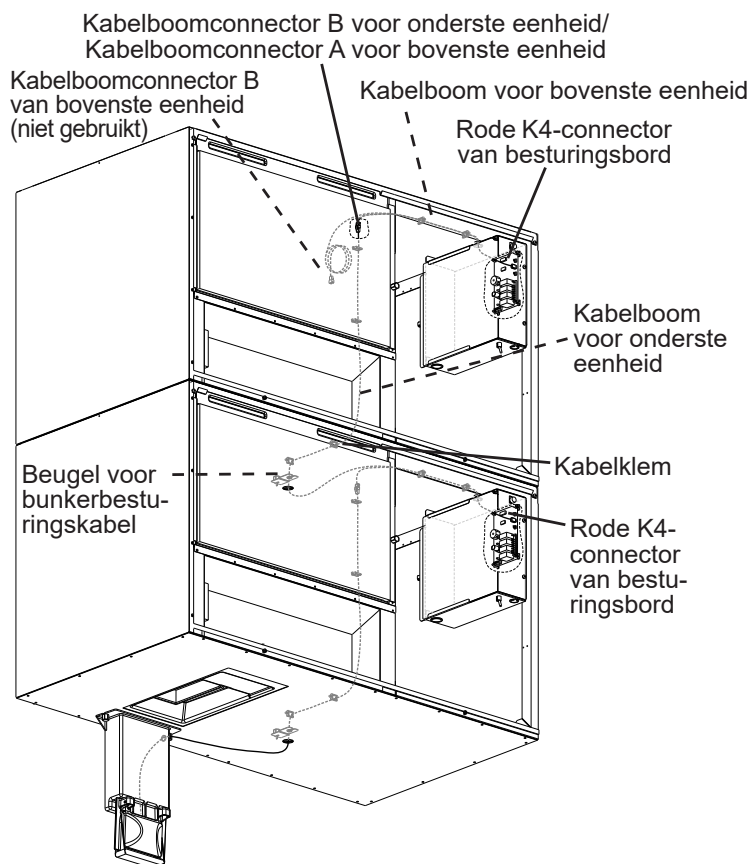

Afb. 5
- 6) Bevestig de bovenste eenheid aan de onderste eenheid met behulp van de twee bevestigingsbeugels en de meegeleverde bouten. Zie afb. 5.